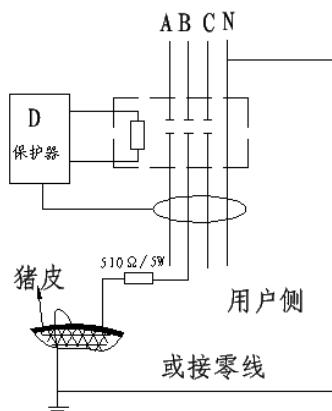

图 3 带皮的猪肉试验图
6.2、如有必要也可用一新鲜带皮的猪肉来进行试验，如图 3 所示。试验时，将保护器置于 500mA 或 800mA 动作电流档，分断时间置于 $<0.5\text{s}$ 或 $<0.2\text{s}$ 档，并开启保护器，将猪肉皮的一端用导线可靠接地或接保护装置互感器前端的零线，另外用试跳笔（或一个阻值为 510 欧姆功率大于 5 瓦的电阻），把试跳笔的线端夹子夹在（穿过互感器）开关的出线的相线上，把试跳笔的电流档加到 300mA，先将试跳笔对地，（接地必须良好）试跳笔上的指示灯亮，保护器不应动作；然后将试跳笔去触碰猪肉皮，保护器应动作，特波指示灯闪亮。